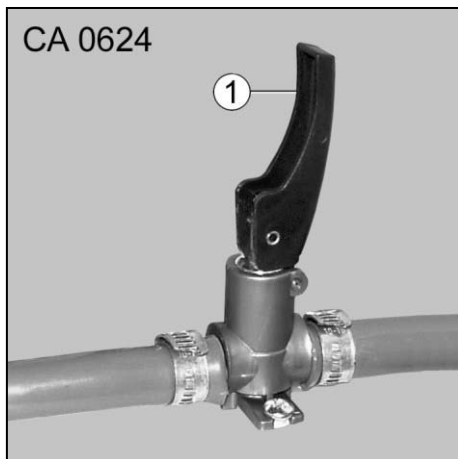

Fig. 138 Robinet de vidange du chauffe-eau
- Placer le culbuteur (Fig. 138/1) du robinet de vidange horizontalement ou verticalement. Ne pas le tordre ! Le fait de tordre le culbuteur risque d'endommager le robinet de vidange et va le rendre non étanche. En cas de non-respect, la garantie Carthago prend fin.
1. Fermer le robinet de vidange. Pour cela, placer le levier à bascule (Fig. 138/1) horizontalement.
3. Ouvrir le robinet de vidange. Pour cela, placer le culbuteur (Fig. 138/1) verticalement. Ainsi, le chauffe-eau est vidangé vers l'extérieur.